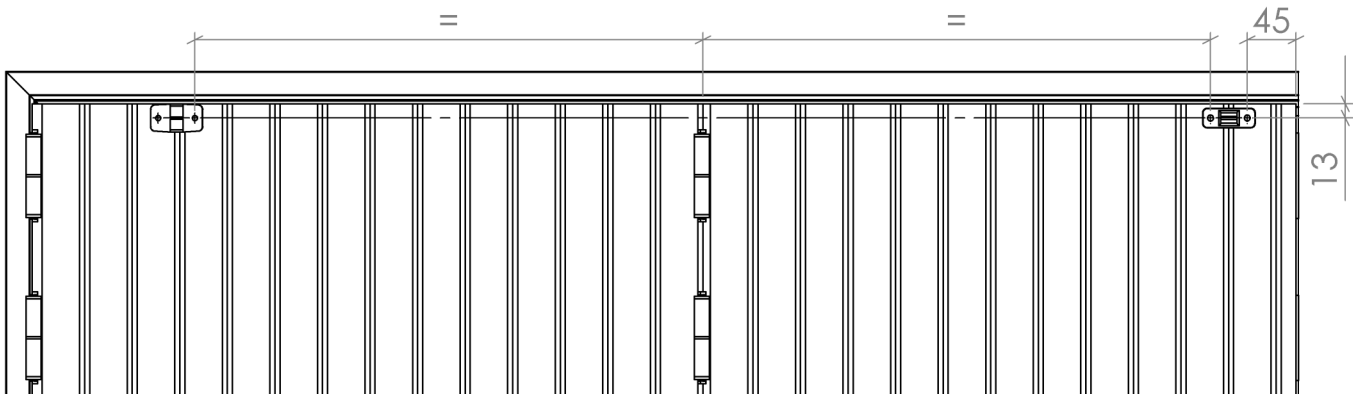

Figure 5.1
- Positionnez l'arrêt tenon sur le vantail central et le l'arrêt pince sur celui de rive (Fig. 5.1)